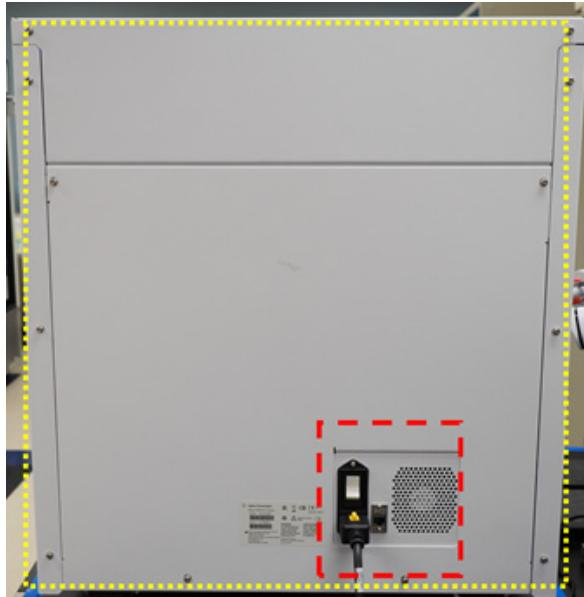

Figura 30 Superficies exteriores de la parte posterior del instrumento que deben limpiarse
- d Parte exterior posterior del instrumento:** Asegúrese de que el cable de alimentación no está conectado a la corriente eléctrica. Con un paño de laboratorio humedecido con alcohol isopropílico al 70 %, limpie la cara posterior del instrumento, que está señalada en amarillo en **Figura 30**. Debe prestar atención especial a la zona señalada en rojo, ya que incluye el botón de encendido de la zona posterior.